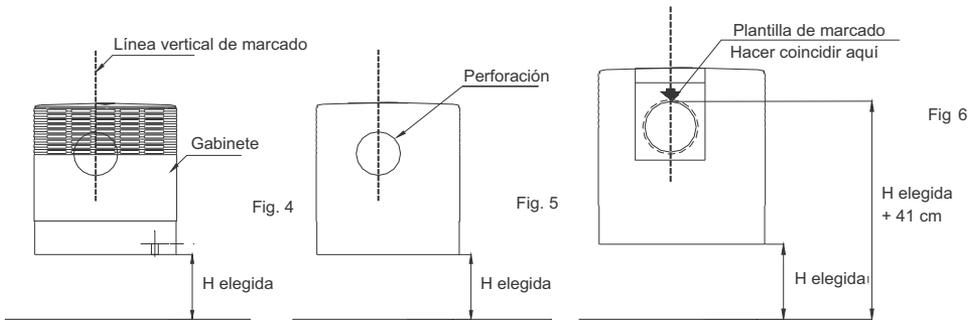

Fig 6
- Apoye sobre la pared la Plantilla de Marcado provista (Fig. 6), haciendo coincidir la parte superior del círculo troquelado en la plantilla con la marca de la altura trazada en el paso anterior.